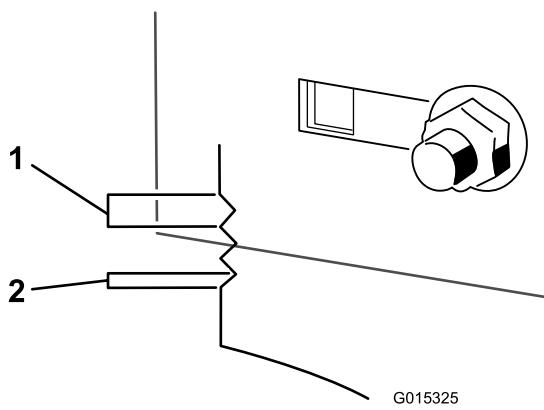

Figura 55
9. Utilice las muescas del soporte soldado para medir la cantidad de ajuste. Cada muesca completa equivale a 0.25 pulgadas, y un solo lado equivale a 0.125 pulgadas (Figura 55). Ajuste la carcasa de corte a la altura deseada.